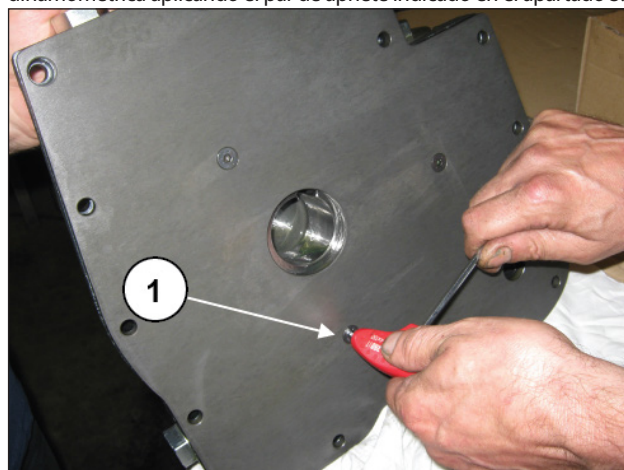

Fig. 153
Ensamblar la placa trasera del cuerpo de la bomba de aceite apretando los tres tornillos M6 (pos. ①, Fig. 153) con la llave dinamométrica aplicando el par de apriete indicado en el apartado 3.